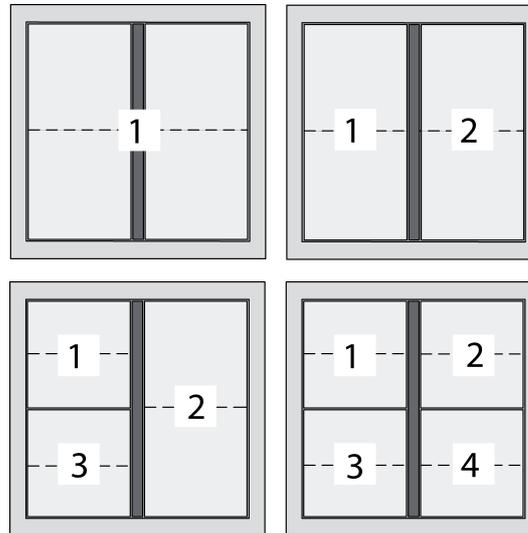

Figure 3: Attribution des touches
- Placer les touches dans la bonne position (figure 3) sur l'appareillage et les emboîter en appuyant légèrement.